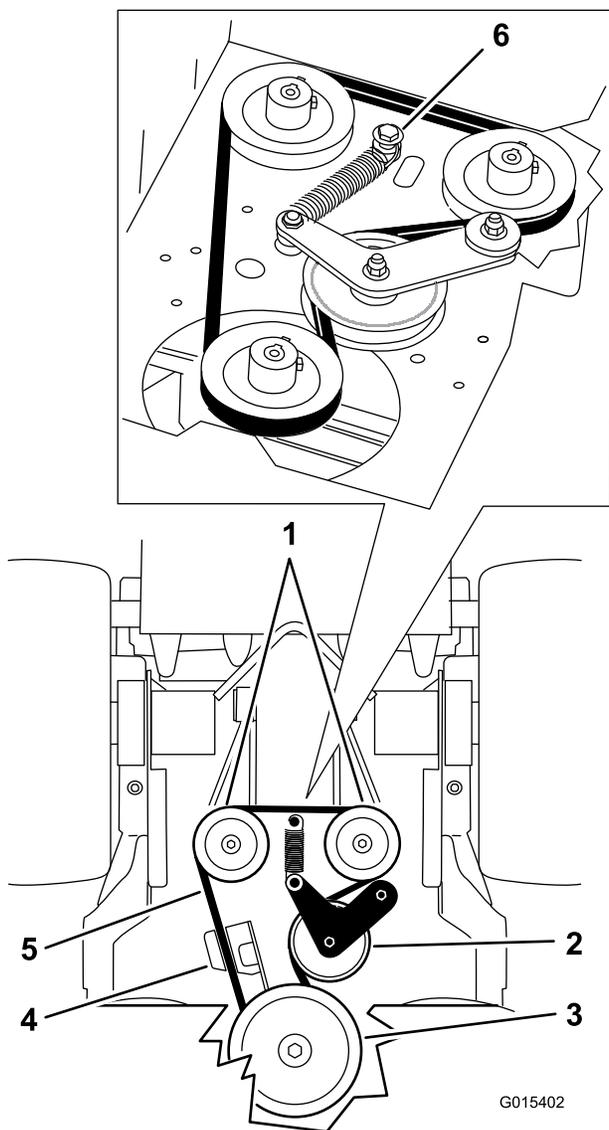

Bild 66
- Entfernen Sie die Schulterpassschraube, Mutter und Scheibe, die am Motor und an der Feder angeschlossen sind (Bild 66).
- Nehmen Sie den Treibriemen der Pumpe ab (Bild 66).
- Montieren Sie die Feder auf die Schulterpassschraube und Scheibe und befestigen Sie sie mit der Mutter am Motor (Bild 66).